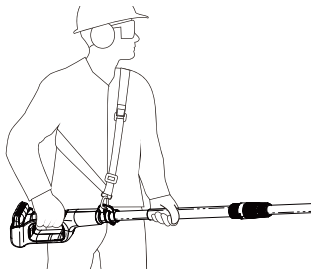

Fig. 21
- **Ajuste la longitud de la correa del hombro de modo que el clip esté aproximadamente a la misma altura que la cadera (Fig. 21).**